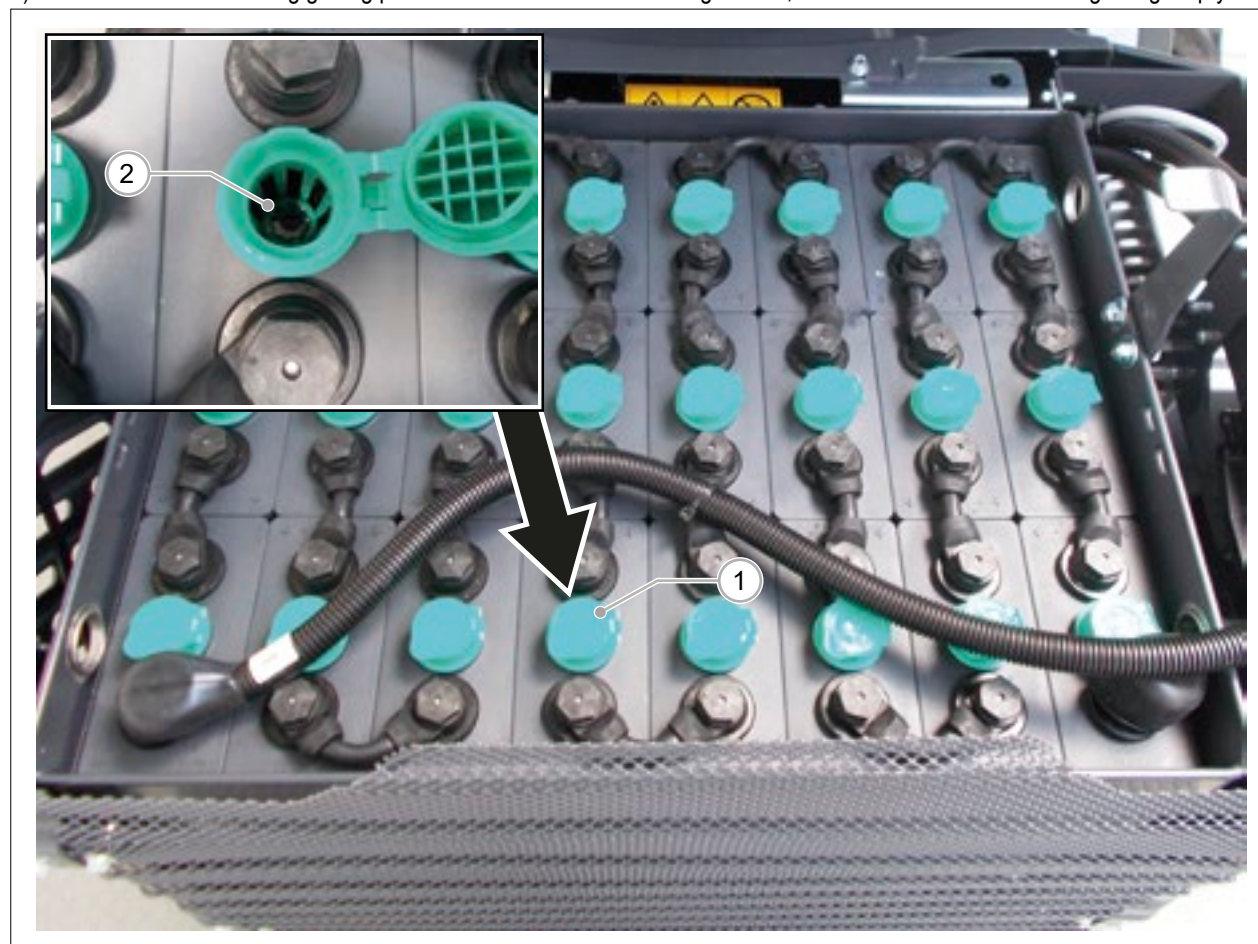

FIG. 23
- 5) Luk dækslet op til den enkelte celle (FIG. 23 - Ref.1).
- 6) Kontroller at væske/elektrolyt-niveauet er 20 mm over lamellernes top (FIG. 23 - Ref.2).